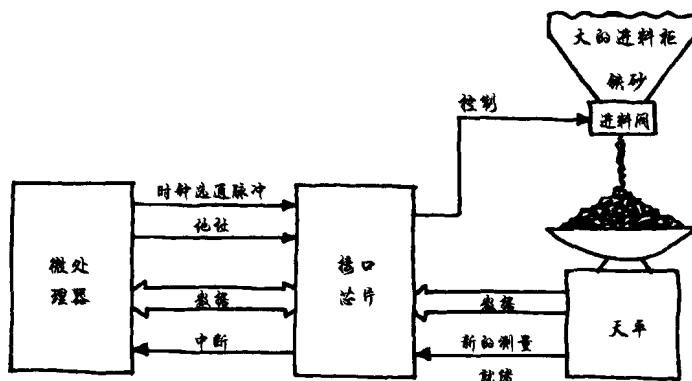

图3-1 由微处理器操控的进料阀控制器
**案例故事** 我刚出大学校门那会儿，急于积累点经验（当然还有别的目的），于是找了份夜间的兼职工作，构建一个用微处理器操控的进料阀控制器（valve controller）。这台设备的用途是控制添加到模具中的金属粉末的进料量，它通过一台天平来称重（参见图3-1）。像很多工程师一样（特别是那些“乳臭未干”的工程师），我复制了一个基本设计（从我大学联谊会的一位好友那里弄来的，他的毕业论文使用的就是这种处理器芯片）。